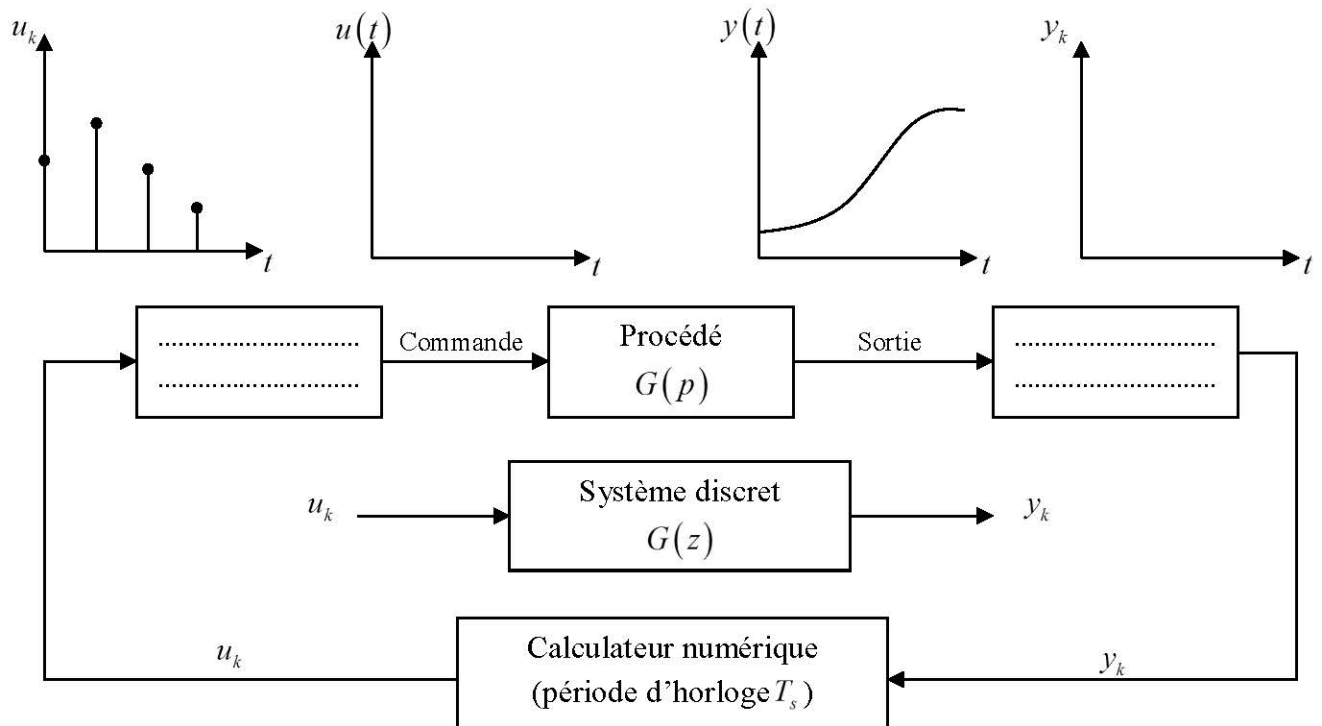

Figure 1
- 1) Que représente la figure 1 ? Redessiner la et compléter les cases et les formes d'ondes de signaux.